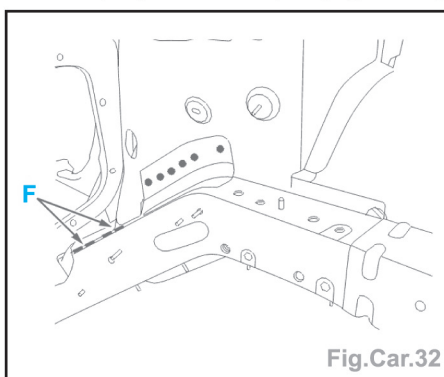

Fig.Car.32
- Souder par points électriques (Fig.Car.32).